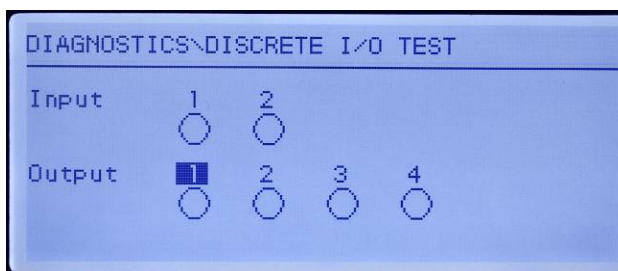

Abbildung 5-12: Bildschirm „Diskreter I/O-Test“
- Drücken Sie auf EINGABE, um zum Diagnosebildschirm zu navigieren. Wenn der Testbildschirm angezeigt wird, erscheint der Eingangsstatus oben in der Anzeige und der Ausgangsstatus unten in der Anzeige (Abbildung 5-12). Der Fokus wird zuerst auf Ausgang Nr. 1 gezeigt.